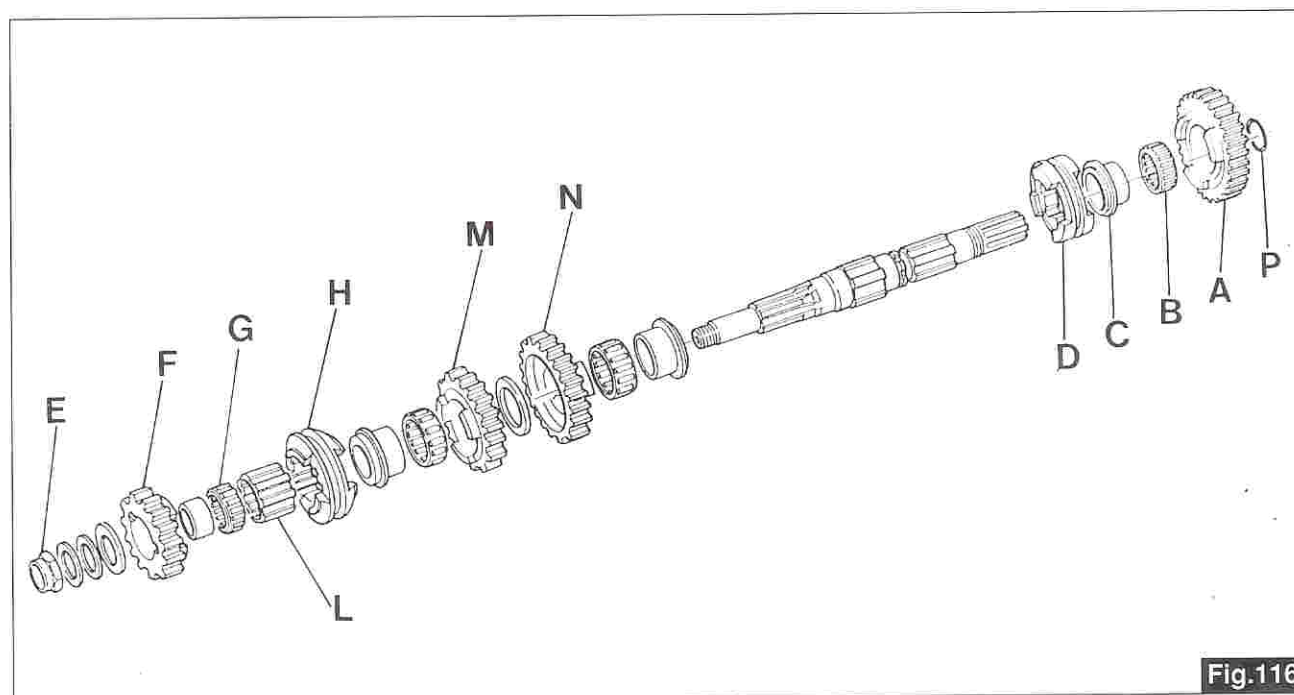

Fig.116
- montare sul lato 4a velocità la rosetta di spallamento, quindi le rosette di aggiustaggio fino a che tra le rosette di aggiustaggio e l'ingranaggio 5a velocità si raggiunga la quota prestabilita di mm 144,7÷145,2. (Per la misura togliere l'anello OR tra ingranaggio 1a e 5a velocità) («P» di fig.116);
- fit the shoulder washer on 4th speed side, or the adjusting washers, until the distance between the adjusting washers and the 5th speed gear reaches a preset distance of 144.7÷145.2 mm. (in order to carry out this measurement remove the OR ring between the 1st gear and the 5th speed) («P» in fig.116);